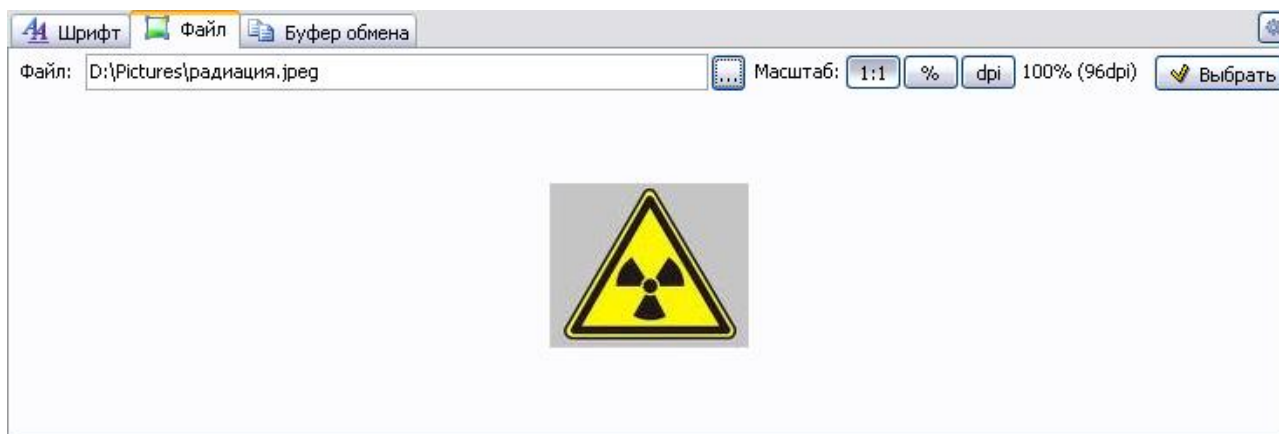

Рис. 5.20
- В окне **Открыть** выберите нужный файл и откройте его. Используемые форматы файлов – jpeg и bmp. Рекомендуемый размер изображения ~ 24 x 24 pixels. Изображение символа появится в окне. Станут доступными инструменты выбора масштаба и настройки разрешения (dpi) (Рис. 5.20).